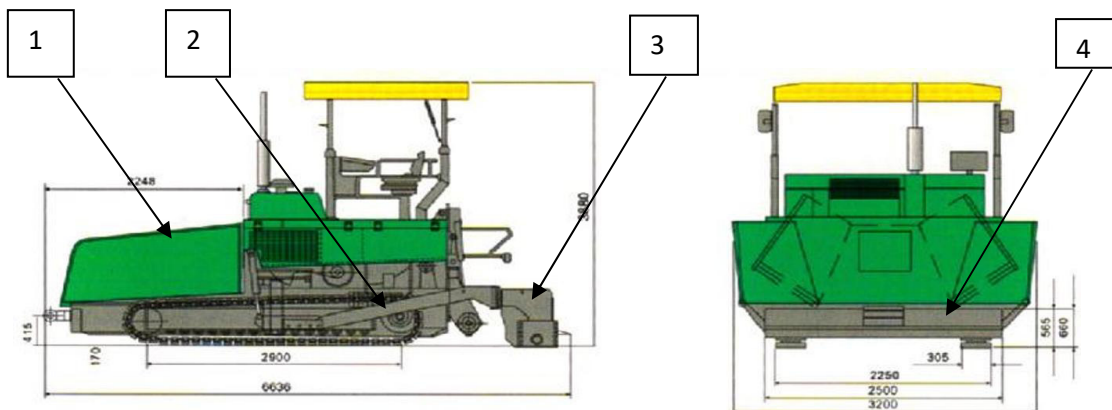

Рис. 22
28. На рис. 22 позиция 2
29. На рис. 22 позиция 4